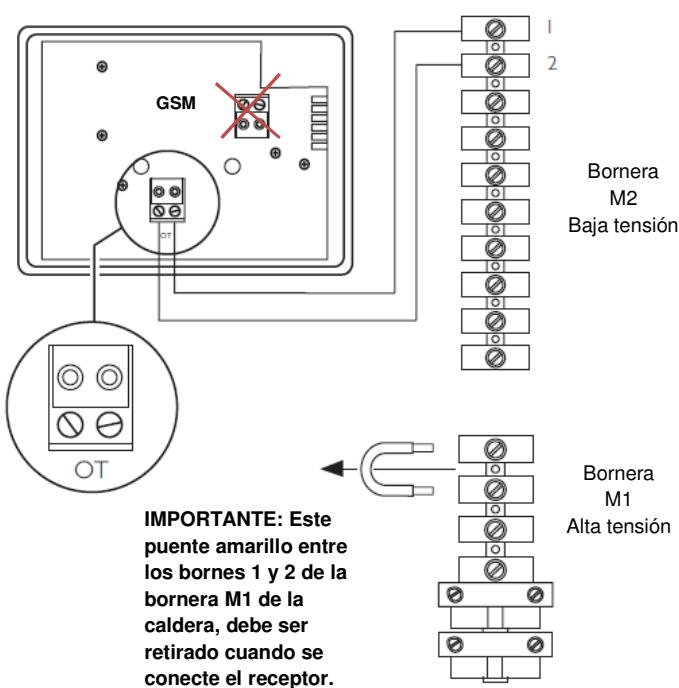

Fig. 9: Conexionado y parte posterior del receptor
1. El receptor debe ser conectado en la caldera según se indica en la Fig. 9.
- El error **E83** indica que el receptor no se está comunicando con la caldera. Comprobar el conexionado entre ambos componentes. Ver Fig. 9.
- Que el cableado entre el receptor y la caldera sea el correcto. Ver Fig. 9.